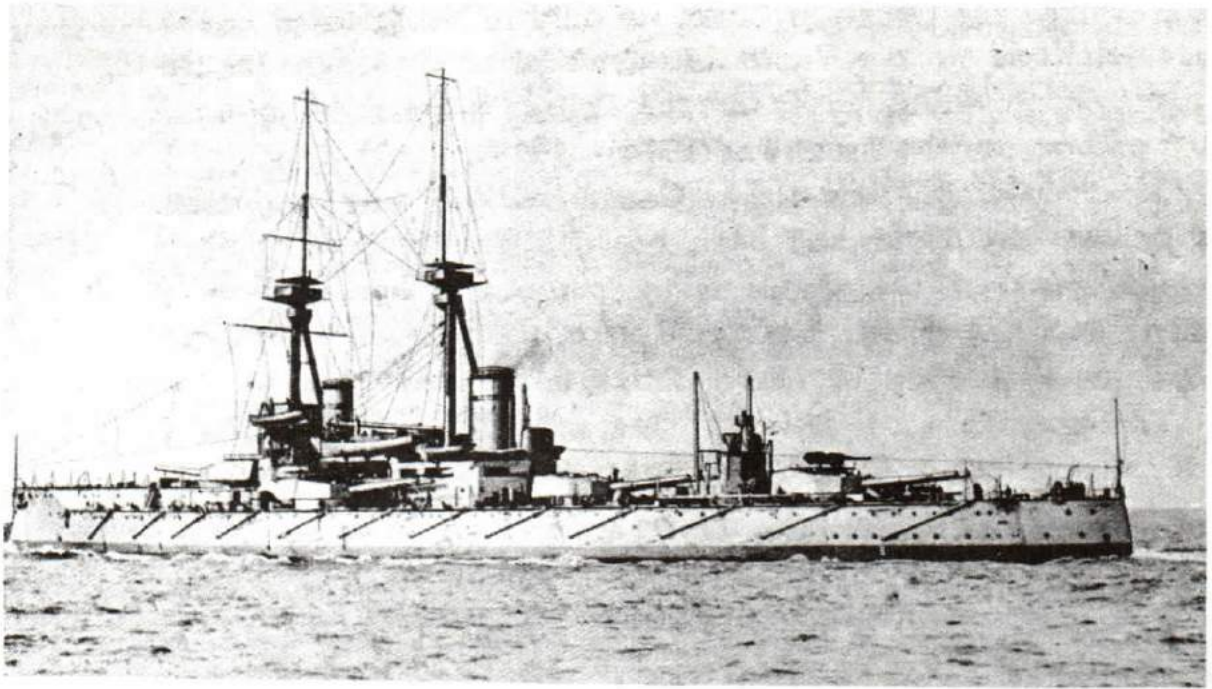

Figure 1-4
7. When Sir Wilfrid Laurier and his government were defeated, Mr. (later Sir Robert) Borden became Prime Minister and he had rather different views on the subject of a navy. After long talks with the British First Lord of the Admiralty, a gentleman named Winston Churchill, Mr. Borden decided that the best thing Canada could do would be to contribute sufficient money to the Royal Navy to build dreadnoughts (the most modern large battleships of that time). See Figure 1-4.
7. Quand Sir Wilfrid Laurier et son gouvernement furent défaits aux élections, monsieur Borden (par la suite Sir Robert Borden) devint Premier Ministre. Ses idées au sujet de la marine étaient quelque peu différentes. Après de longues conversations avec le Premier Lord de l'Amirauté britannique, un certain Winston Churchill, M. Borden décida que la meilleure option pour le Canada serait de voter les crédits suffisants pour que la Marine royale construise des cuirassés, les navires de guerre les plus gros et les plus modernes du temps (voir la figure 1-4).